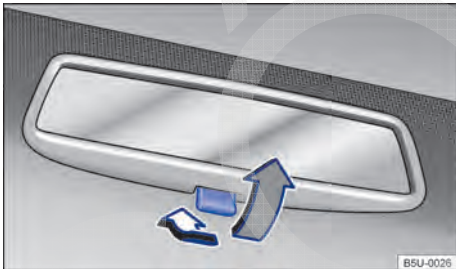

Fig. 83 No para-brisa: espelho retrovisor interno com antiofuscante manual.
- Posição noite: puxar a alavanca → Fig. 83 (seta cinza), para evitar o ofuscamento dos faróis dos veículos que trafegam atrás.
Legenda para → Fig. 83: